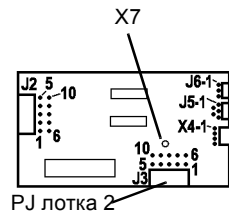

Рисунок 14 PWB управления лотка
- e. Подсоедините красный щуп мультиметра к J2-7 PWB управления лотка 1 (Рисунок 14).
- h. Подсоедините красный щуп мультиметра к J3-7PWB управления лотка 1 (Рисунок 14).